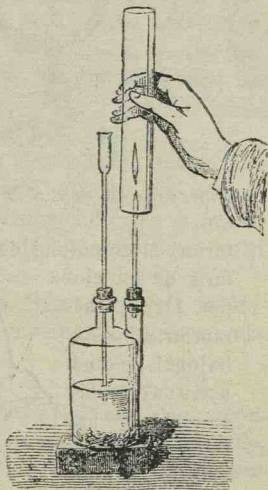

Fig. 33. Armonica chimică.
**Armonica chimică. Experiență.** In *aparatură de hidrogen* înlocuim tubul de culegere printr'o țeavă de sticlă îngustată cât se poate de mult la capătul de sus, fig. 33. Turnăm puțin acid sulfuric diluat peste zincul pus de mai înainte în aparat. Culegem hidrogen într'o eprubetă uscată, așa cum am arătat